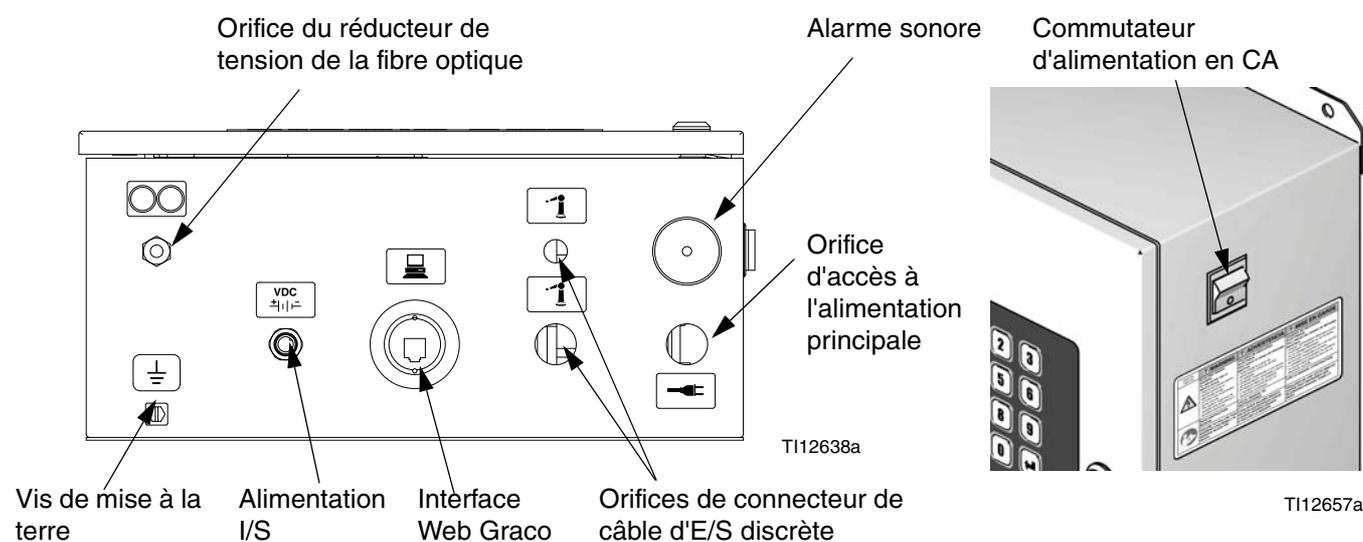

FIG. 13 : EasyKey Raccords et commutateur d'alimentation en CA
- Le diamètre du port d'accès d'entrée d'alimentation  est de 22,4 mm (0,88 po.). Il accepte un raccord de réducteur de tension passe-cloison ou une gaine de câbles. Consultez FIG. 13.
1. Alimenter en courant le EasyKey. Installez un protecteur réducteur de tension ou un protecteur du tube du port de EasyKey.  . Consultez FIG. 13.
1. Branchez une extrémité du câble d'alimentation électrique de la station de fluides au connecteur EasyKey $\pm \begin{array}{c} \text{VDC} \\ | \\ \text{---} \end{array}$. Consultez FIG. 13.
3. Le câble à fibres optiques a été attaché en usine sur le connecteur de la station de fluides . Consultez FIG. 13.